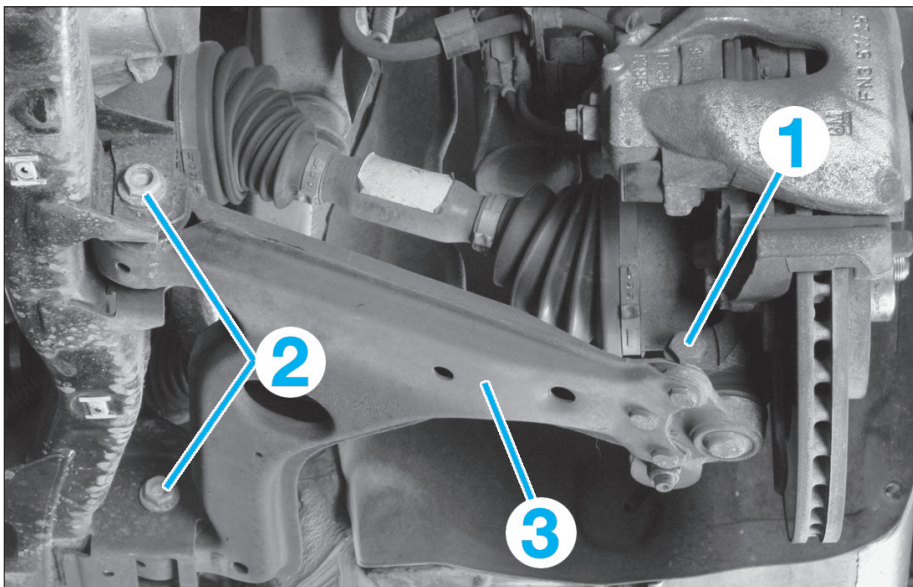

FIG. 10
- Déposer le boulon de bridage (1) de la rotule inférieure et l'extraire du pivot.
- Déposer les boulons de fixation (2) du triangle (3) sur le berceau et le déposer (fig. 10).